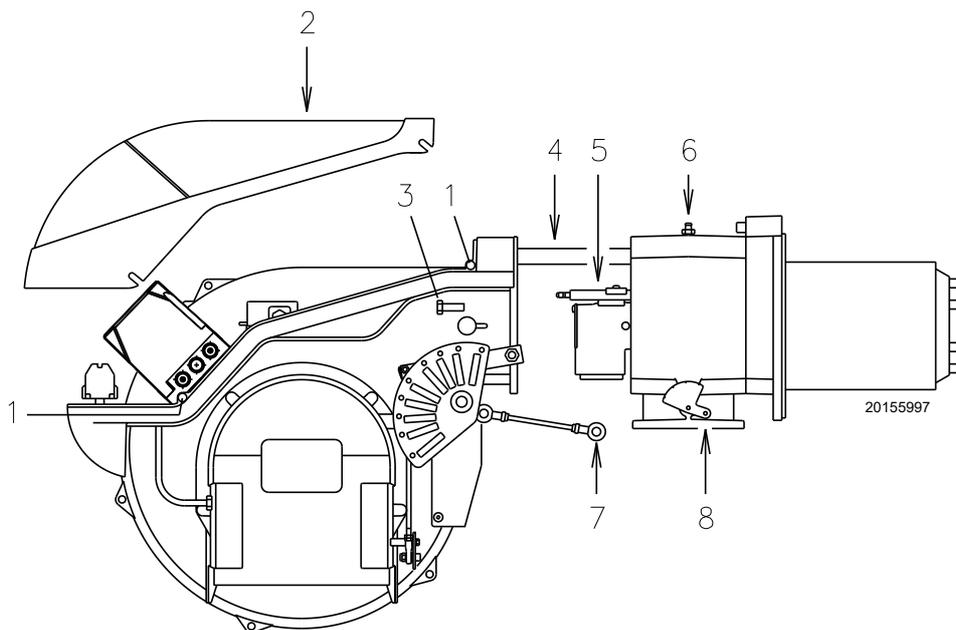

Fig. 39
En cas de doute, démonter le coude (Fig. 39 à la page 33).
- Desserrer les 4 vis 1)(Fig. 39) et déposer le capot 2)(Fig. 39).
- Décrocher la rotule 7) du secteur gradué 6)(Fig. 39).